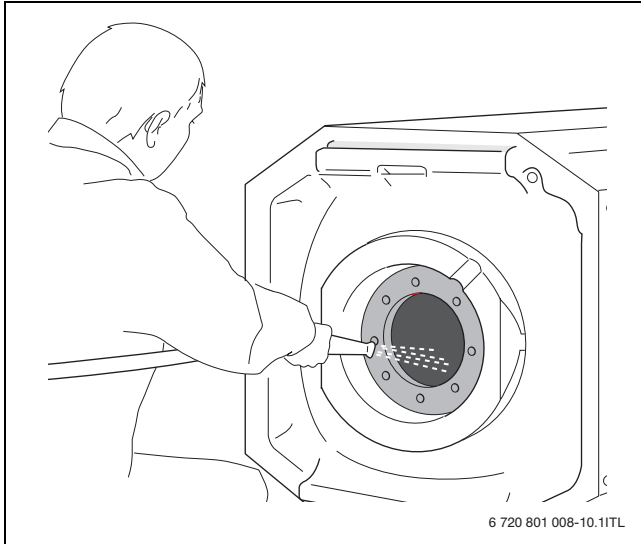

Fig. 14 Rociado del acumulador de agua caliente
- ▶ Limpie el interior del acumulador de agua caliente con un chorro fuerte de agua fría (aprox. 4 – 5 bar de sobrepresión) (→ fig. 14).